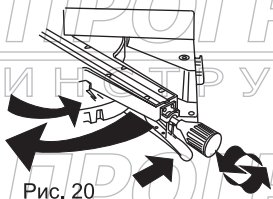
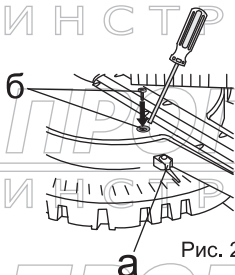

Рис. 20
Рис. 21
Рис. 19а/б, Рис. 20, Рис. 21
2. Установите поворотную опору в положение, соответствующее фиксируемому значению угла 0 гр (Рис. 20).
Установите стрелку (а) болтом (б) нужно так, чтобы заявленный показатель угла совпал с установленным в состоянии покоя поворотным столом Рис. 21.